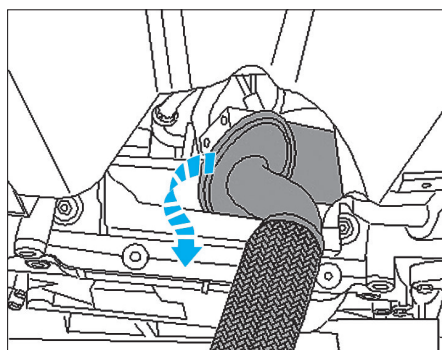

FIG. 124
- Extraire avec précaution l'ensemble du tuyau avant et du filtre à particules en le tournant de 180° (Fig.124).